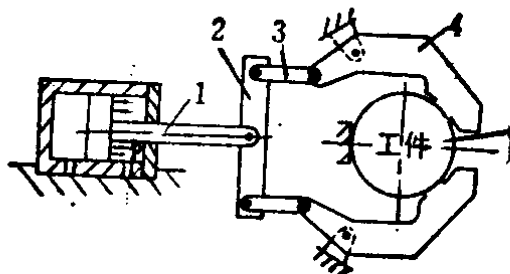

图 1-33
13. 图 1-33 所示为液压夹紧机构, 设各杆件自重不计, 摩擦不计。试画出 1 ~ 4 各构件的受力图。